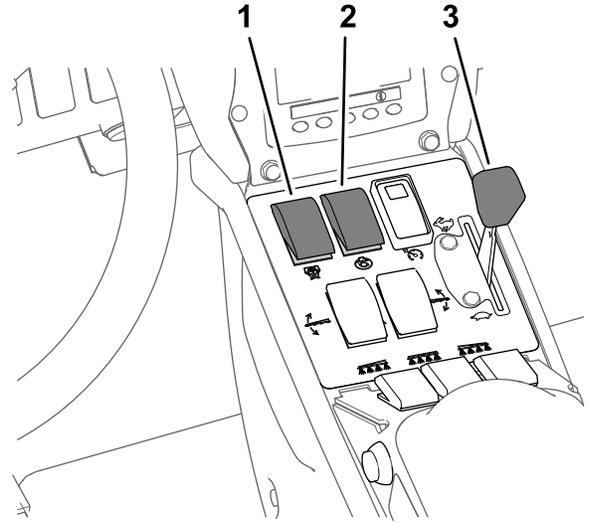

图 43
7. 将泵开关设定至开启位置图 43。
8. 将油门杆移至快速位置图 43 让发动机运行 10 分钟。
6. 将搅拌开关转至关闭位置并将油门设定至快速位置图 43。